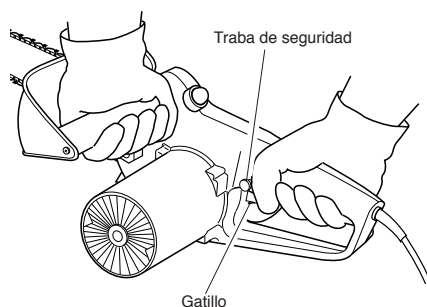

Figura 8 - Ubicación del Bloqueo del Interruptor y el Gatillo
- 3. Utilice ambas manos para sujetar la sierra. Utilice siempre la mano izquierda para asir el mango anterior y la derecha para tomar la posterior. Sujétela con firmeza: los mangos de la sierra deben quedar bien tomados por sus dedos (voir la Figura 8).
5. Cuando esté listo para realizar un corte, presione con el pulgar derecho el bloqueo del interruptor y apriete el gatillo (Vea la Figura 8); la sierra se encenderá. Al soltar el gatillo, se apagará. Cerciórese de que la cadena está girando a su máxima velocidad antes de comenzar a cortar.